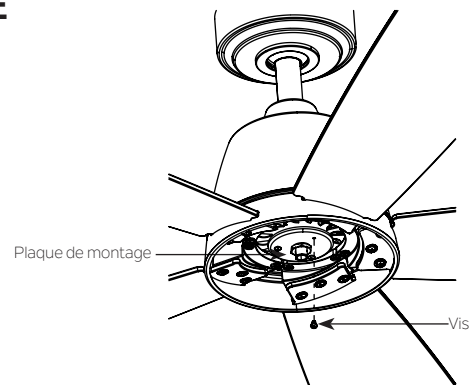

Fig. 19
Étape 1. Retirez l'une des trois vis qui a été préinstallée sur la plaque de montage et conservez-la pour une utilisation ultérieure. Desserrez les deux autres (ne les retirez pas). (Fig 19).